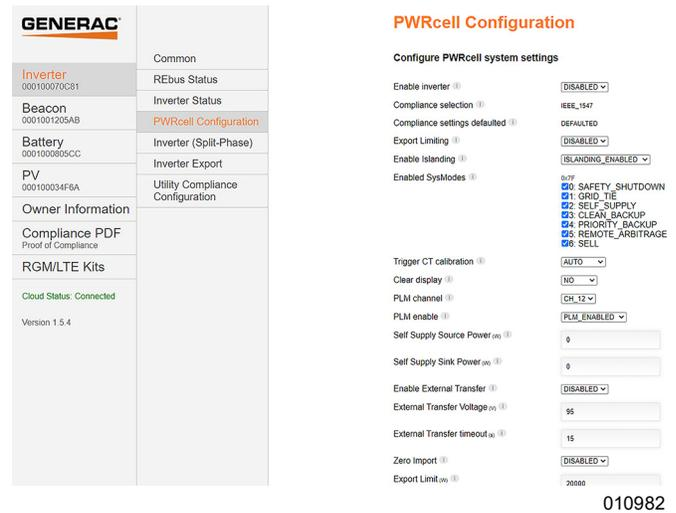

Figura 6-26. Configuración de PWRcell
- Consulte la **Figura 6-26**. Para modificar un ajuste, haga clic en él, seleccione el cambio deseado, y haga clic en Submit (Enviar). Ninguno de los cambios seleccionados se implementará a menos que se seleccione Submit al final.